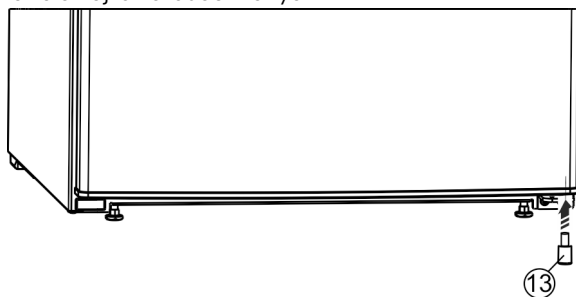

Fig. 27*
- A távtartót Fig. 27 (13) helyezze vissza az ajtó jobb alsó részéhez, mivel ez fontos a készülék stabilitásához.*